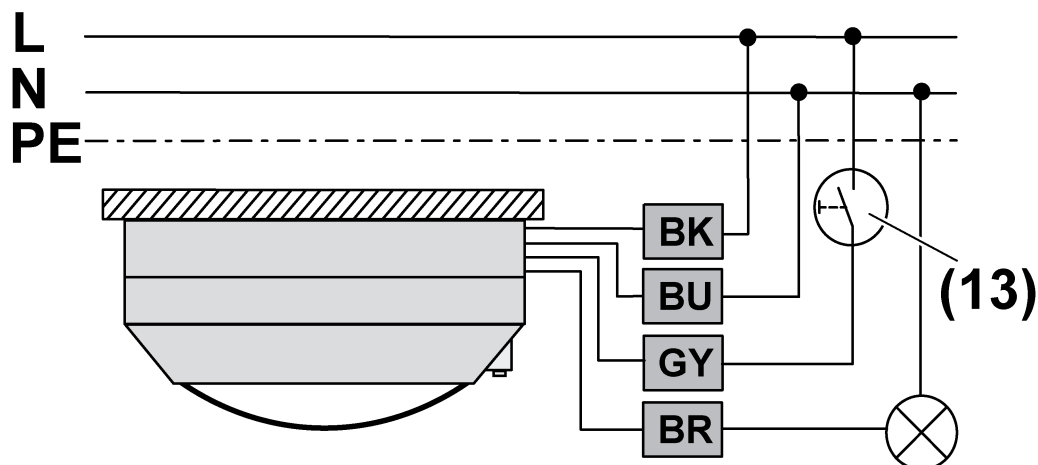

Figura 6: Plano de conexión
- Conectar el detector conforme al esquema de conexiones (figura 6).
- Conectar el pulsador de instalación (13) opcional (figura 6). Sólo será necesario cuando se desee manejar manualmente.